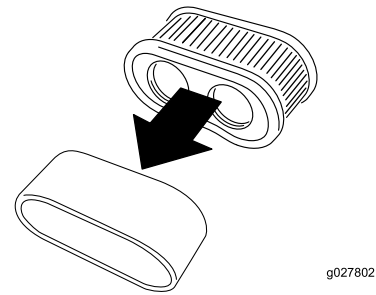

Figura 27
5. Separe el elemento de gomaespuma del elemento de papel (**Figura 27**).